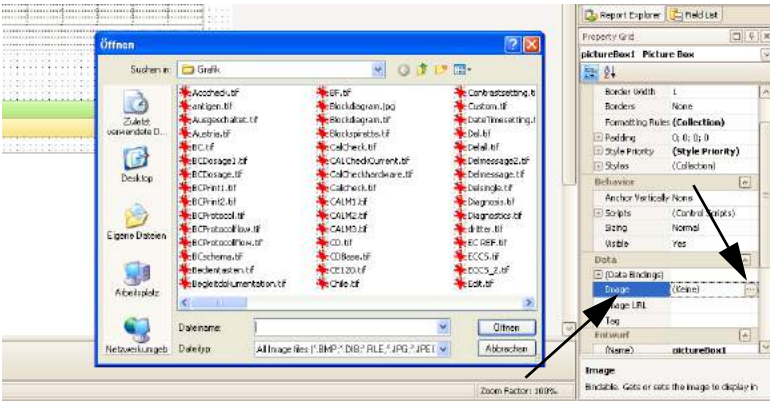

Abb. 10-6: Softkey Image
- Wählen Sie **Image** und öffnen Sie mit Klick auf  den Explorer. (Abb. 10-6:).
- Wählen Sie das Logo aus. (Abb. 10-6:). Das Logo erscheint im Bilderrahmen.